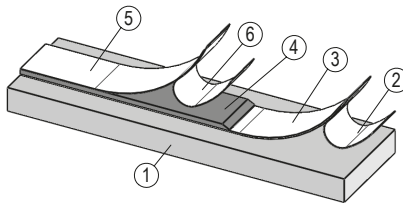

Abb. 2: Montage Magnetband
**Montage (Abb. 2):**
1. Befestigungsfläche ① sorgfältig reinigen.
2. Schutzfolie ② des Klebebandes ③ entfernen.
3. Magnetband ④ aufkleben.
5. Schutzfolie ⑥ des Abdeckbandes ⑤ entfernen.